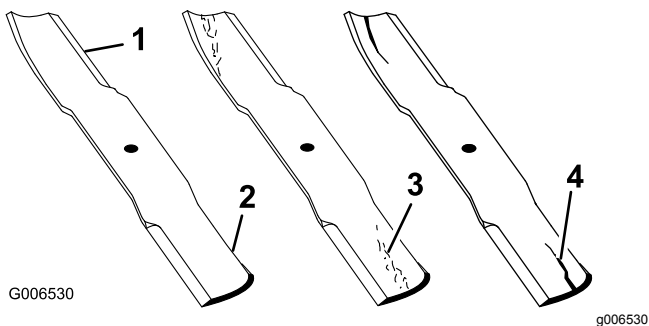

Figura 46
1. Inspeccione los filos de corte (Figura 46). Si los bordes no están afilados o tienen mellas, retire las cuchillas y afílelas; consulte Cómo afilar las cuchillas.
2. Inspeccione las cuchillas, especialmente la parte curva (Figura 46). Si observa daños, desgaste o la formación de una ranura en esta
zona (Figura 46, 3 y 4), instale inmediatamente una cuchilla nueva.